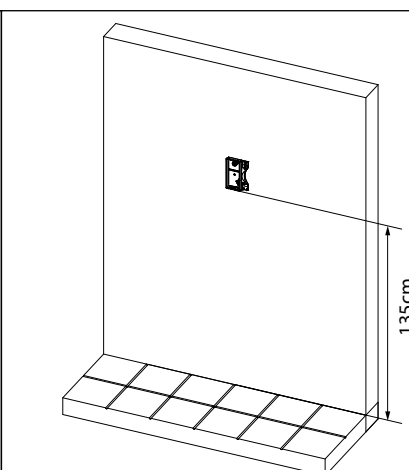
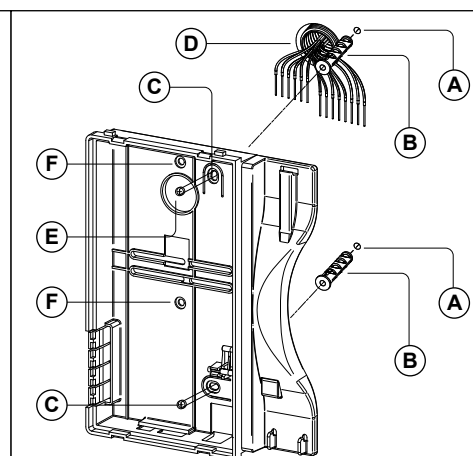

Fig. 2
Fig. 3
**Pour prévenir les infiltrations d'eau, si la surface du mur n'est pas parfaitement plane, il est vivement conseillé de mettre du silicone sur le côté droit, gauche et supérieur à l'arrière du boîtier de surface C (Fig. 3) et autour des trous préformés D (Fig. 3) ;**
2. Poser la base de l'interphone vidéo sur le mur à une hauteur de 135 cm environ (**Fig. 2**) du plancher fini et prendre les références pour les trous de fixation « **A** » (**Fig. 3**), en considérant que les conducteurs « **D** » (**Fig. 3**) doivent passer à travers l'ouverture « **E** » (**Fig. 3**). Si le boîtier encastrable 503 est utilisé pour la sortie murale des conducteurs, le murer en position verticale en laissant environ 140 cm entre la base et le plancher fini.
3. En consultant la (**Fig. 3**), réaliser les trous « **A** », y insérer à l'intérieur les chevilles à expansion « **B** » et fixer la base de l'interphone vidéo au mur à l'aide des vis « **C** » en prenant soin de passer les conducteurs « **D** » à travers la fente « **E** ». Si le boîtier encastrable 503 a été utilisé, fixer la base sur le mur par les trous « **F** » (lentement avec les languettes de fixation du 503) en utilisant les vis « **C** ».